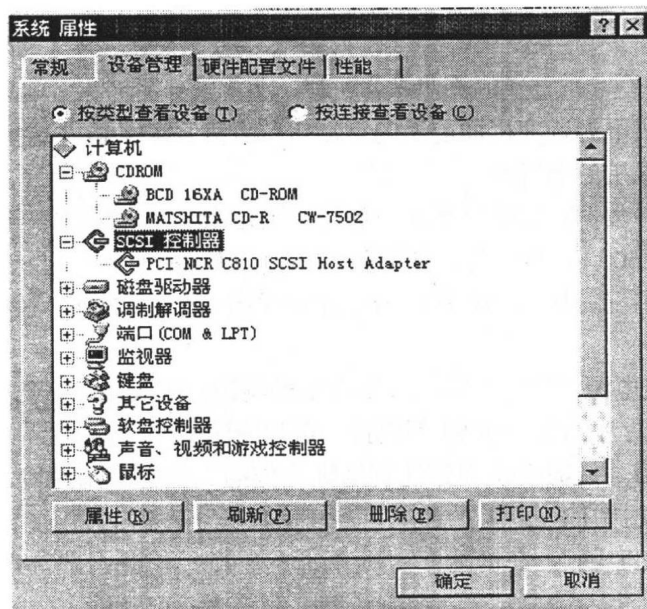

图 1.3
7. 打开“控制面板”，打开“系统”选项，可看到系统已安装了 SCSI 卡和两台光驱，这里一台是普通的光驱，一台是刻录机 7502，SCSI 卡为 PCI NCR C810，如图 1.3 所示。